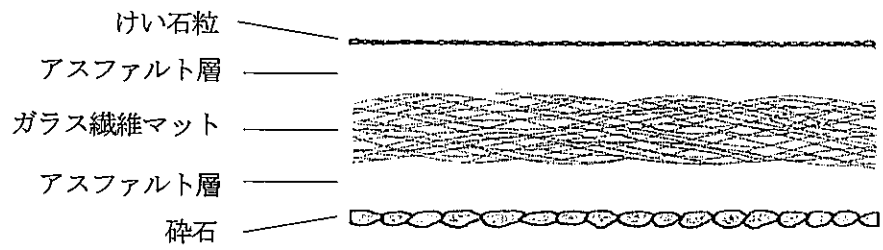

図4 ガラスマット基材部分接着用ルーフィングの断面構成
防湿層	<p>有機質量 4201.5g/m² 以下、または防湿層なし (内部結露の問題のない場合)</p> <p>防湿材：以下の(1)~(3)のうち、いずれか一仕様または防湿材なし</p> <ol style="list-style-type: none"> (1) ガラスマット基材部分接着用ルーフィング： <ul style="list-style-type: none"> 厚さ 2.0~2.5mm、質量 2000~2500g/m² (有機質量 1201.5g/m² 以下) けい石粒：平均粒径 0.15mm、質量 250~350g/m² アスファルト層：質量 1000~1590g/m² (2層合計) 炭酸カルシウム：アスファルト=25 (±8) : 75 (±8) ガラス繊維マット：質量 60g/m² (アクリル系バインダー15質量%含む) 砕石：平均粒径 0.85~1.20mm、質量 300~500g/m² <ul style="list-style-type: none"> ・ガラスマット基材部分接着用ルーフィングの断面構成を図4に示す。 (2) アスファルトルーフィング (JIS A 6005)： <ul style="list-style-type: none"> 厚さ 1.0~2.0mm、質量 1500g/m² (有機質量 900~1100g/m²) (3) 粘着層付き改質アスファルトルーフィング： <ul style="list-style-type: none"> 厚さ 0.3~1.5mm 質量 500~1200g/m² (有機質量 500~1200g/m²) フィルム層 (PET または PP)：厚さ 50μm、質量 70g/m² 粘着層 (改質アスファルト系)：質量 430~1130g/m² (2層合計) <p>防湿層接着剤 (防湿材の下面)： 以下の(1)、(2)のうち、いずれか一仕様または接着層なし (防湿材(3)を用いる場合及び防湿材なしの場合) とする。</p> <ol style="list-style-type: none"> (1) 改質アスファルト：固形量 500~1500g/m² (2) 防水工事用アスファルト：固形量 500~1500g/m² (引火点 280~350℃ (JIS K 2207 による))